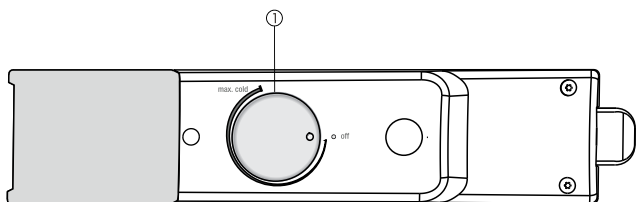

Fig. 2
- ▶ Ruotare il regolatore della temperatura Fig. 2 (1) in senso orario in posizione del punto centrale di temperatura tra **off** e **max cold**.
- ▶ Ruotare il termostato Fig. 2 (1).